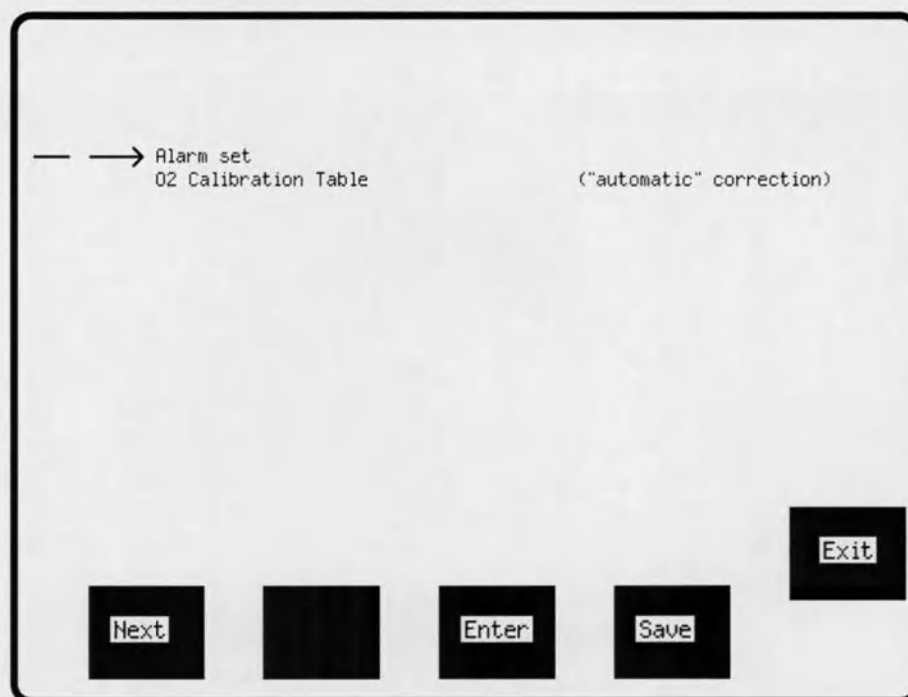
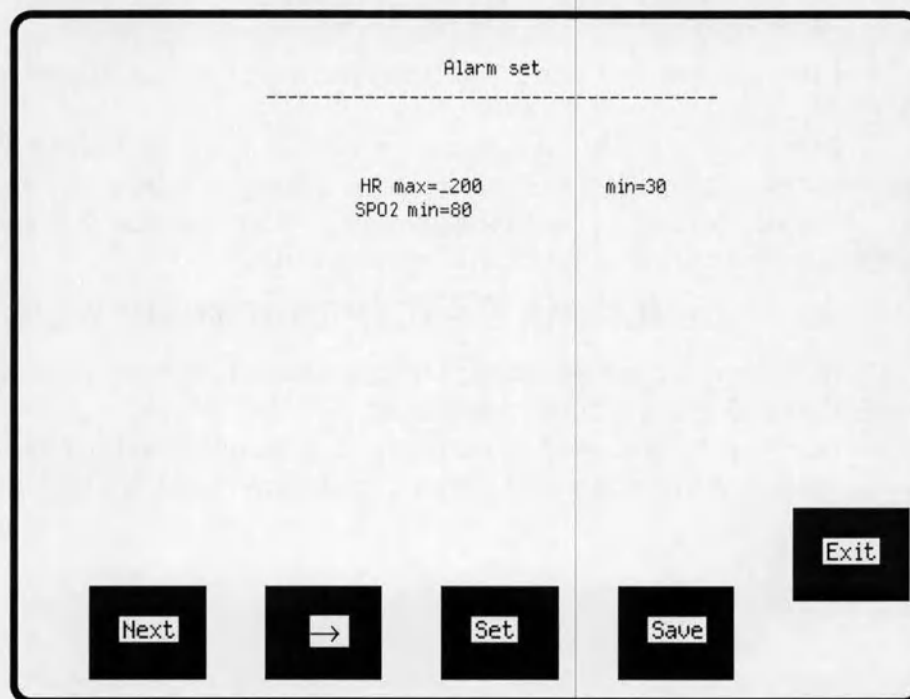

Рис.7 Выбор тревожной сигнализации.
Рис.8 Установки тревожной сигнализации.
Монитор позволяет пользователю устанавливать пороги срабатывания тревожной сигнализации при достижении заданной величины параметра ЧСС (HR), SpO2. Переход в режим установки производится нажатием кнопки «СБРОС» при нажатой кнопке «ПАУЗА». Указатель в виде стрелки перемещается кнопкой «ПАУЗА». (рисунок 7) Для активизации выбора нажать кнопку «СБРОС ТРЕВОГИ». Появится окно «Установки тревожной сигнализации» (рисунок 8).